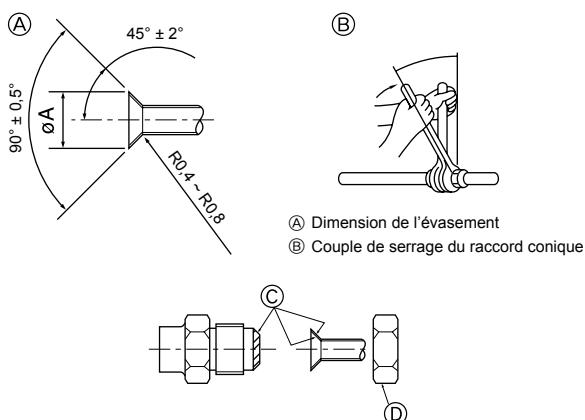

Fig. 4-1
- Appliquer un film mince d'huile réfrigérante sur la surface du tuyau et du support du joint avant de serrer l'écrou évasé. (A) (Fig. 4-1)
- Utiliser deux clés pour serrer les connexions des tuyaux. (B) (Fig. 4-1)
- Appliquer de l'huile réfrigérante sur toute la surface évasée du fond. (C) (Fig. 4-1)
- Utiliser les écrous évasés correspondant aux tailles de tuyaux suivantes. (D) (Fig. 4-1)
(A) (Fig. 4-1)
(B) (Fig. 4-1)